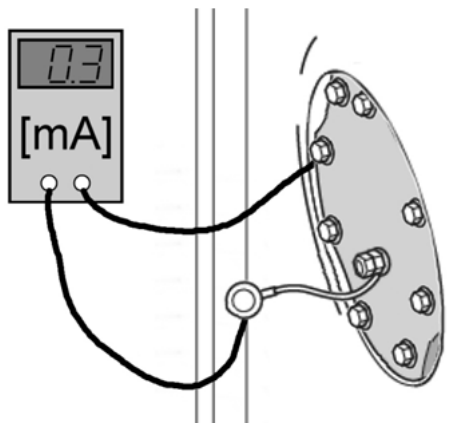

Abb. 22: Anschluss Amperemeter
- ➔ Schalten Sie ein Strommessgerät (Multimeter) in Reihe zwischen Anodenkabel und Speichermasse (Befestigungspunkt des Anodenkabels) (s. Abb. 22).